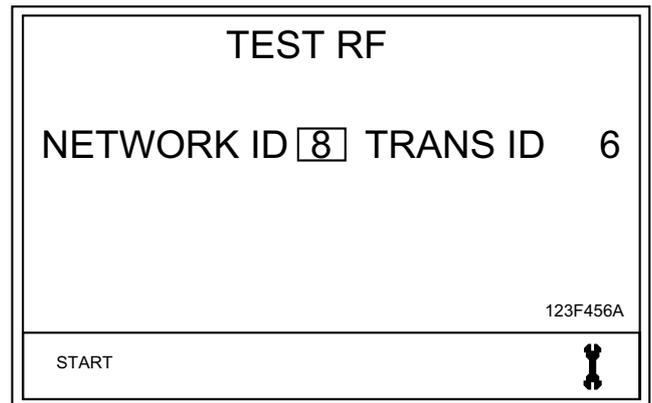

FIG. 7
4. Utiliser la FLÈCHE DROITE pour déplacer le curseur vers DÉMARRER (START) (FIG. 7).